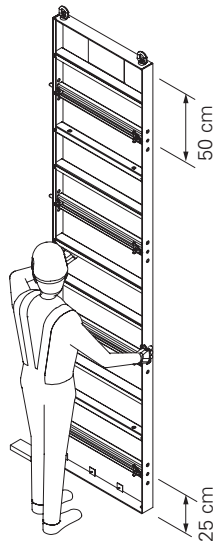

Fig. B1.02
3. Mettere in verticale il telaio (1), allinearlo alla tavola di battuta e tenerlo in posizione. (Fig. B1.02)